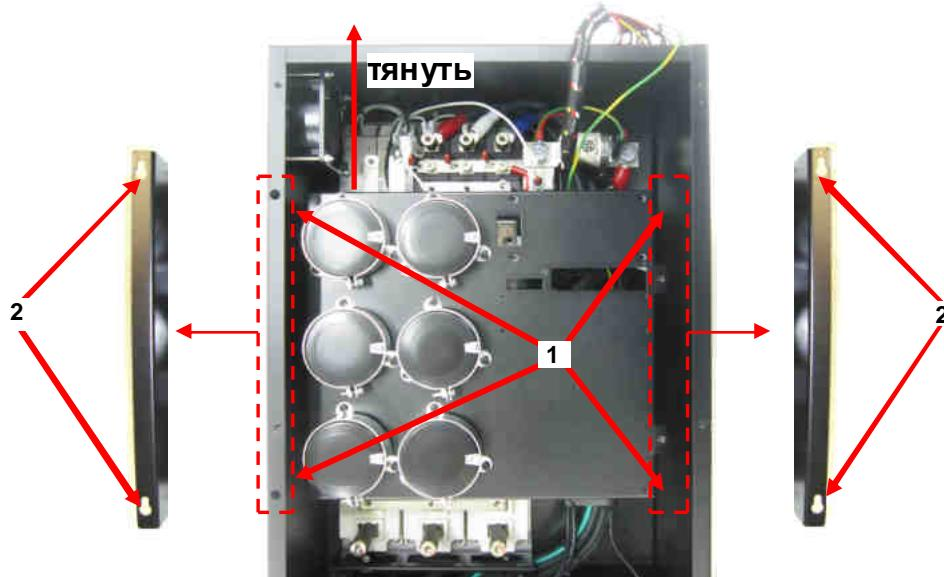

Рис. 6.14. Демонтаж блока конденсаторов.
6.10.6. Ослабить четыре винта 1, на два-три оборота каждый, крепление корзины ЗПТ (рис.6.14).
6.10.7. Тянуть корзину вверх, как показано на рис.6.14. пока шляпки ослабленных винтов не выйдут из проушин 2. Осторожно, без рывков, вынимаем блок конденсаторов.